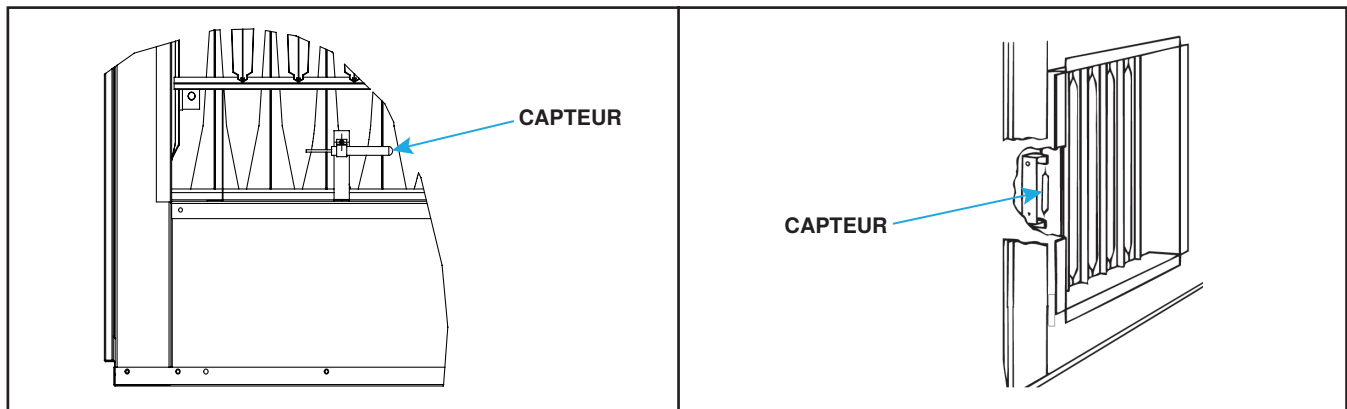

Figure 9. Lieux d'expédition du capteur capillaire
Selon l'option de contrôle des gaz, le capteur de température de l'air de refoulement est installé à l'usine ou sur le site. Les capteurs sur le site ont l'une des deux configurations suivantes : un ensemble capteur et tube de mélange ou un ensemble support de capteur et boîte de jonction. Pour les unités avec option de support de capteur et de boîte de jonction, le capteur est normalement installé sur un support dans la décharge du four pour l'expédition, mais il peut être monté dans le pied de l'armoire (voir Figure 9).
- (1) Avant de raccorder les conduits à la fournaise, retirez le capteur capillaire de sa position d'expédition sur la fournaise (voir Figure 9).